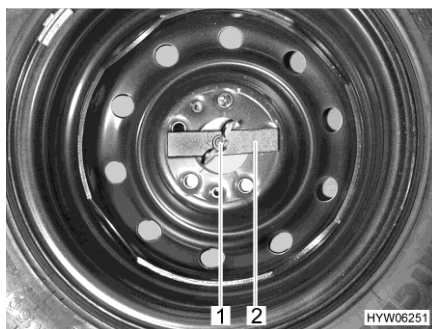

Bild 244 Reservhjul i det bakre bagageutrymmet
- Vingskruvar (Bild 244,1) lossas för hand och skruvas av.
- Tryckstycket (Bild 244,2) tas bort.